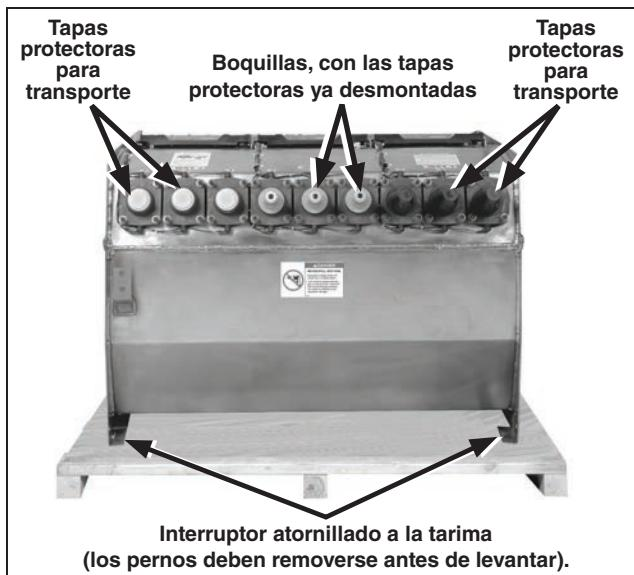

Figura 106. Tanque Vista atornillado a una tarima en cuatro puntos para su envío. (Se muestra la unidad manual con fines ilustrativos).
**PASO 2.** Desmonte el interruptor de su tarima y levante el equipo, respetando las medidas de seguridad que se dan en la sección “Manejo” de la página 8. Ver Figura 2 en la página 8 y la Figura 106.